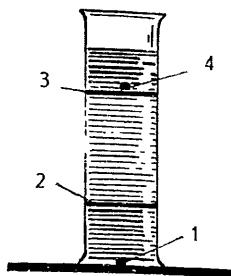

Рис. 15. Диффузия «сверху и снизу»
Вырежьте из фильтровальной бумаги два круга по диаметру цилиндра (стакана). На дно цилиндра поместите чешуйку (таблетку) щелочи или таблетку пургена (1), предварительно дважды обработанные конторским kleem. Осторожно налейте воды слоем 1—2 см. На воду поместите круг фильтровальной бумаги (2). Вновь налейте воду слоем 5—10 см, на поверхность которой поместите второй круг бумаги (3). На бумагу положите обработанные kleem чешуйки щелочи или таблетку пургена (4). Опять добавьте воды слоем 1—2 см (рис. 15). Спустя некоторое время